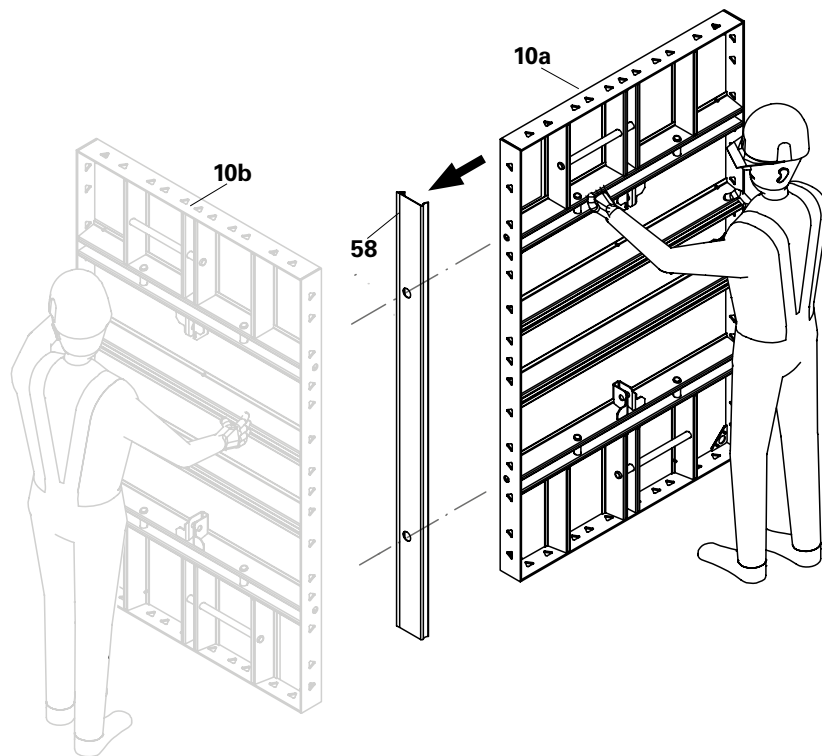

Fig. A8.02
1. Attaccare la striscia per smusso HSA (58) al lato più lungo del telaio HSA (10a). (Fig. A8.02)